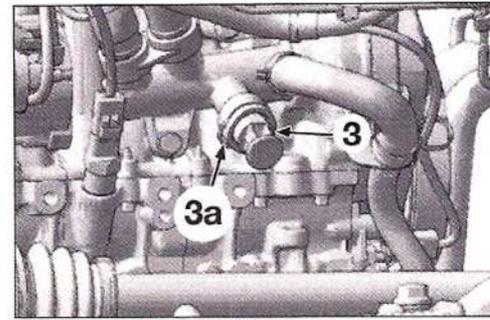

FIG. 33
- Vaciar el bloque motor retirando el tapón (3) y su junta tórica (3a) (Fig.33).